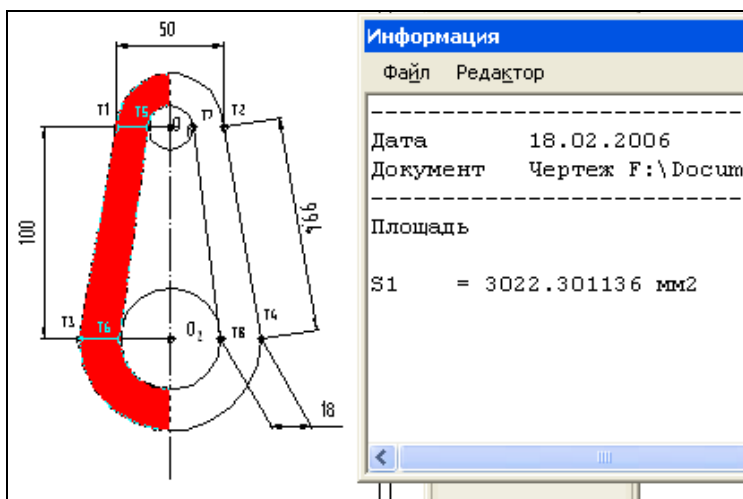

Рис. 19.10. Окно **Информация** с результатами измерения площади
- ◆ укажите курсором точку внутри замкнутой кривой, ограниченной пересекающимися геометрическими объектами. Система автоматически определит границы фигуры, выделит ее красным цветом, и значение выделенной площади — в диалоговом окне **Информация** (рис. 19.10);